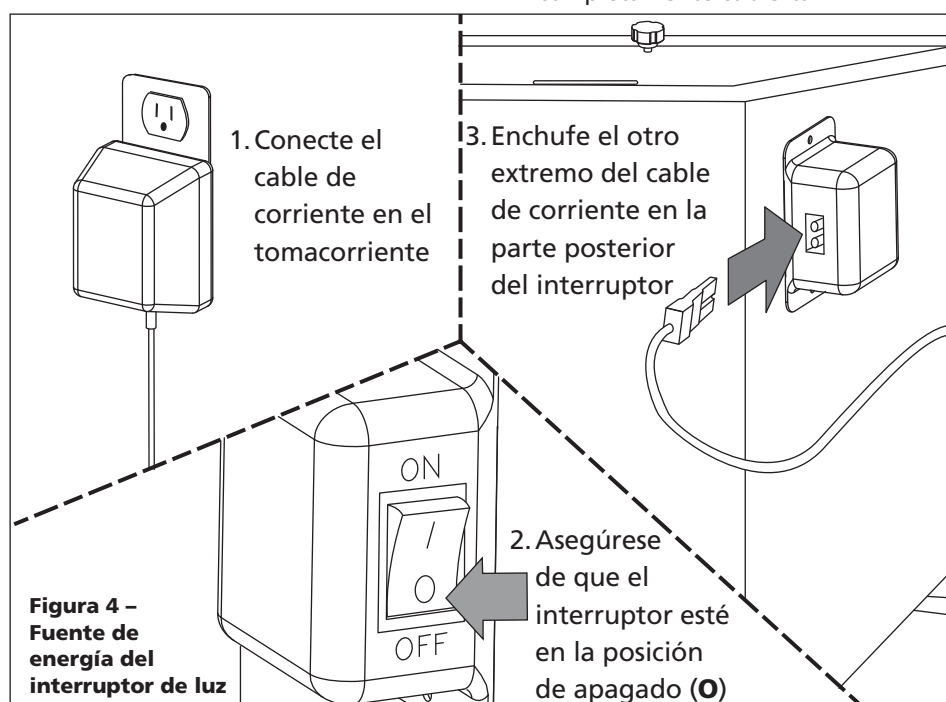

Figura 4 – Fuente de energía del interruptor de luz
- Luego de asegurarse de que el interruptor esté en la posición de apagado (O), enchufe el otro extremo del cable de corriente de 12 V en el interruptor de luz de la cabina (ver Figura 4).